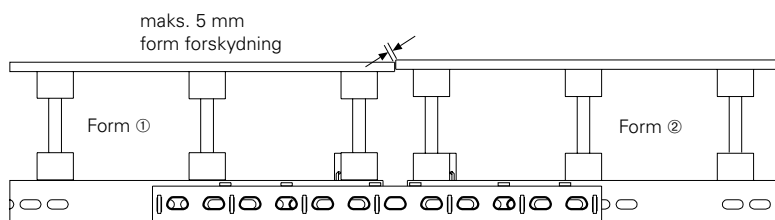
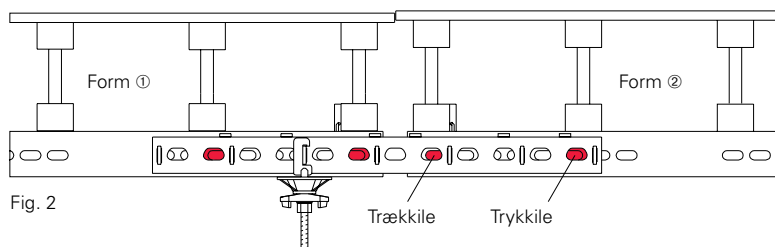

Fig. 1
Fig. 2
- Tilspidsningen af de trapezformede langhuller vender mod finérsiden. (Fig. 1)
- Ved formforskydninger monteres VRS koblingsstrammeren på den form, der stikker længst bagud. Form ①.
- Løsn trækkile på Form ②.
- Brug trykkilen til at åbne formsamlingen en lille smule på Form ②. (Fig. 2)
- Løsn træk- og trykkilen let på Form ①.
- Løsn trykkilen på Form ②.
- Luk formsamlingen tæt med trækkilen på Form ②.